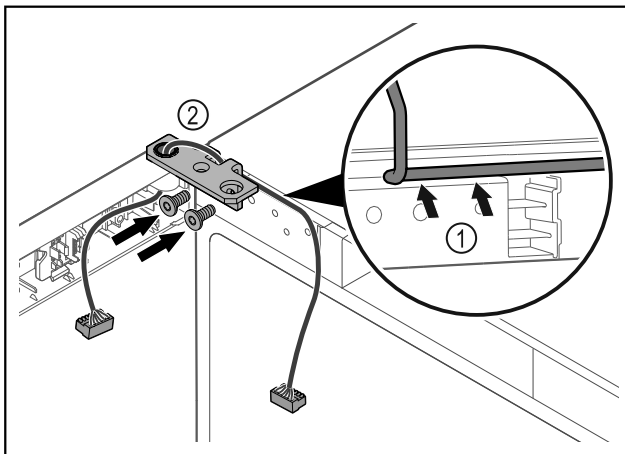

Fig. 39
- Kabel durch die Ausparung des Scharnierwinkels führen und vorsichtig verlegen Fig. 39 (1).
- Scharnierwinkel Fig. 39 (2) anschrauben.